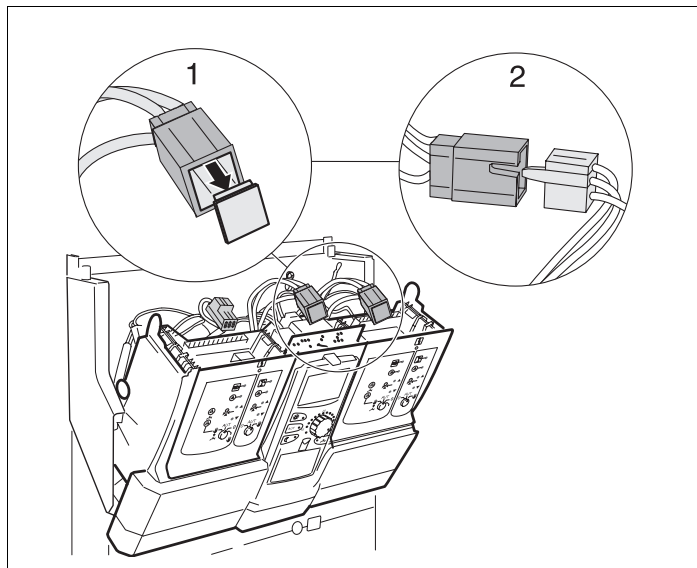

Abb. 8 Netzanschluss Steckplatz 2 herstellen
- Blindstecker (vgl. Lupe 1 in Abb. 8) des dreipoligen Steckers (Kabelbaum) entfernen.
- 230-V-Modulanschlussstecker in den dreipoligen Stecker (vgl. Lupe 2 in Abb. 8) einstecken.